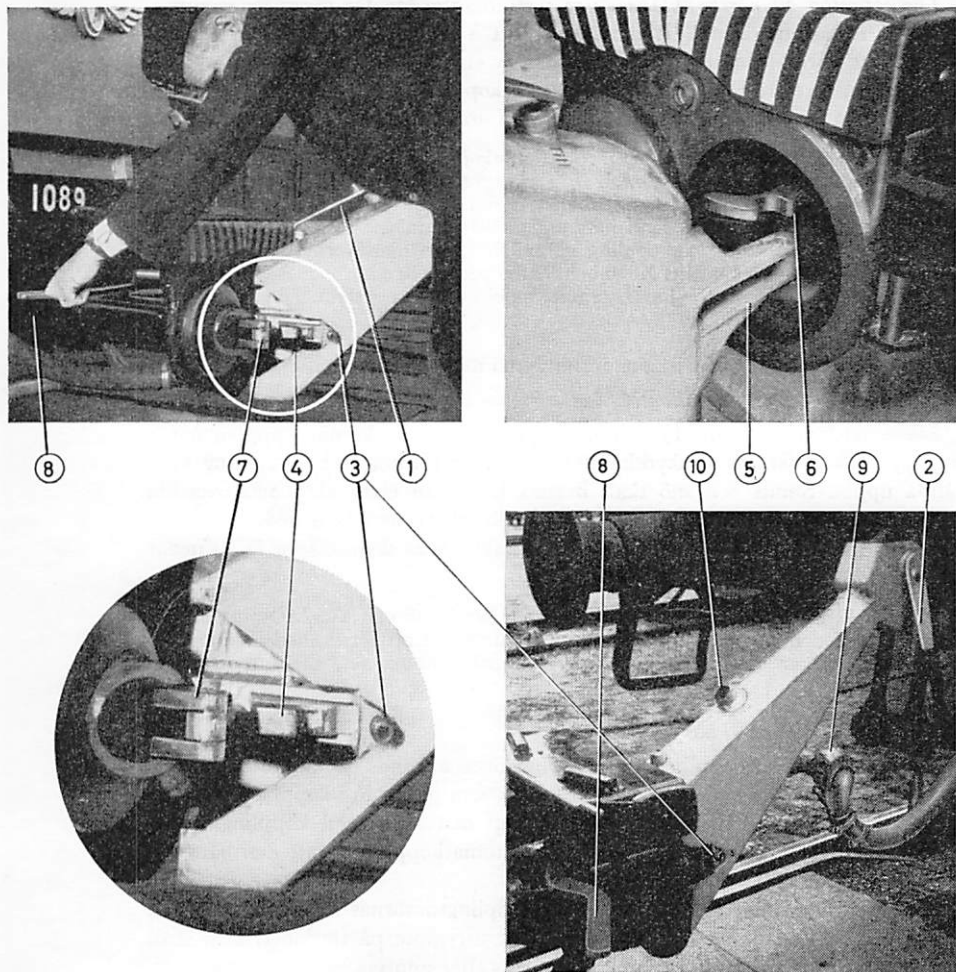
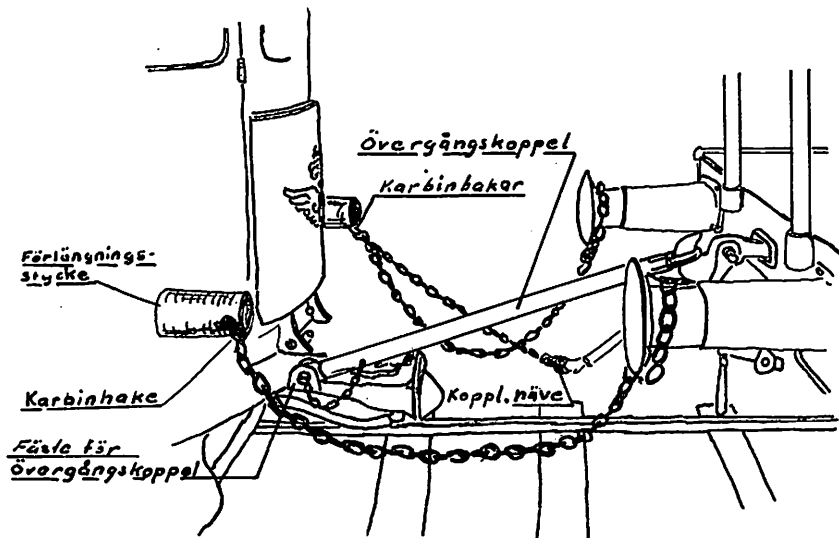

Fig 2
Fig 3
Övergångskoppel typ BnY2 skall användas (se fig 2).
Om övergångskoppel typ BnY2 (fig 2) finns tillgängligt, skall det användas, varvid anvisningarna på sid 10–11 gäller. I annat fall får övergångskoppel typ BnY1 (fig 3) användas, varvid följande anvisningar gäller.
2) Säkerhetskättingarna skall fästas dels vid fordonet med automatkoppel, dels vid buffertarna på det andra fordonet såsom fig 3 visar.